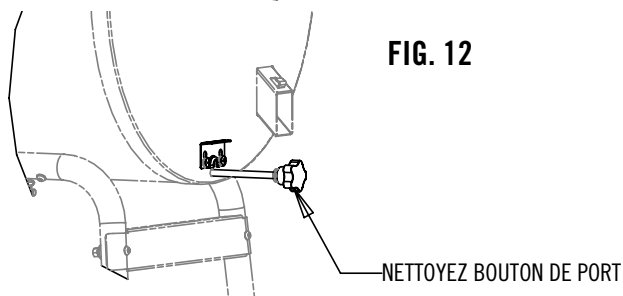

FIG. 12
2. Soulever le système de blocage de la tige et tirer le bouton de la tige de nettoyage pour vider les cendres dans le récipient prévu à cet effet. Voir la Fig. 12.